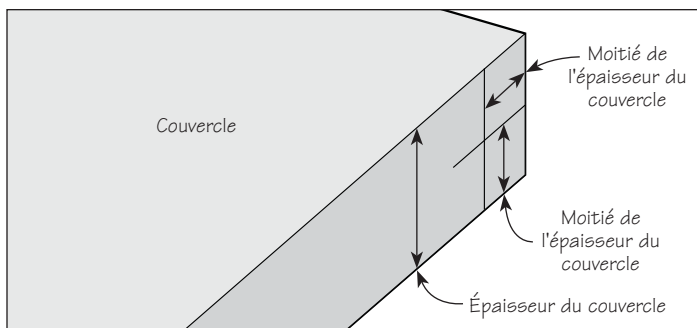

Figure 2 : Emplacement des trous sur le couvercle
1. Sur le bord du couvercle, de chaque côté, marquez l'emplacement des trous de façon à ce qu'ils soient **centrés par rapport à l'épaisseur du couvercle**. Voir la **figure 2**.